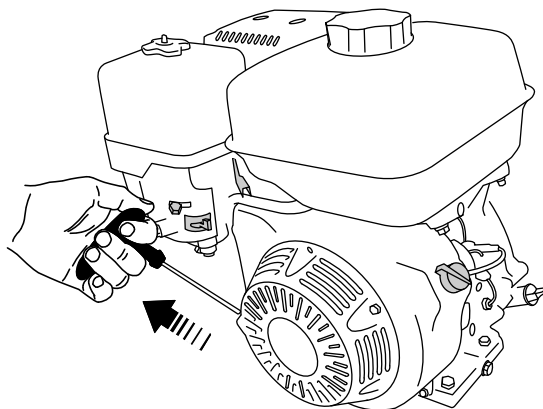

Figura 26
6. Tire del arrancador de retroceso suavemente hasta que note resistencia, luego tire con fuerza. Deje que el arrancador vuelva lentamente a su posición inicial (Figura 26).